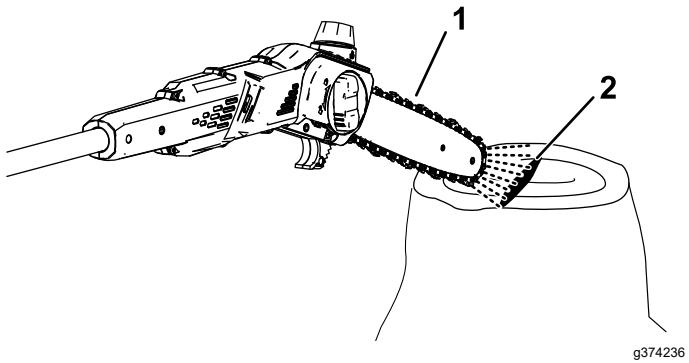

Figura 17
- Para asegurarse de que el aceite fluye hasta la cadena, coloque la punta de la sierra de pértiga a unos centímetros de una superficie (por ejemplo, papel, cartón, un tocón) y arranque la sierra de pértiga; debe poder ver una pulverización ligera de aceite en la superficie (Figura 17).